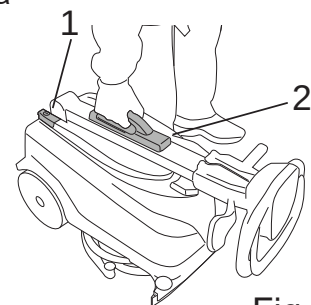

Fig.6
- Éteindre la machine à l'aide de l'interrupteur général (Fig. 6 - Rep. 1).
- Soulever la machine à l'aide de la poignée sur le guidon (Fig.6 - Rep.2).